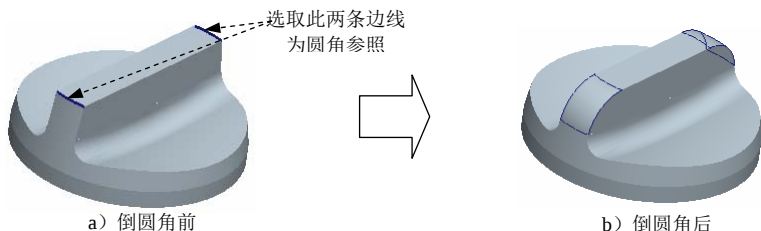

图 6.7.13 倒圆角 1
Step11. 创建图 6.7.13b 所示的倒圆角特征 1。单击 **模型** 功能选项卡 **工程** ▾ 区域中的 **倒圆角** 按钮，选取图 6.7.13 所示的边线为倒圆角的边线；输入倒圆角半径值 12.0。